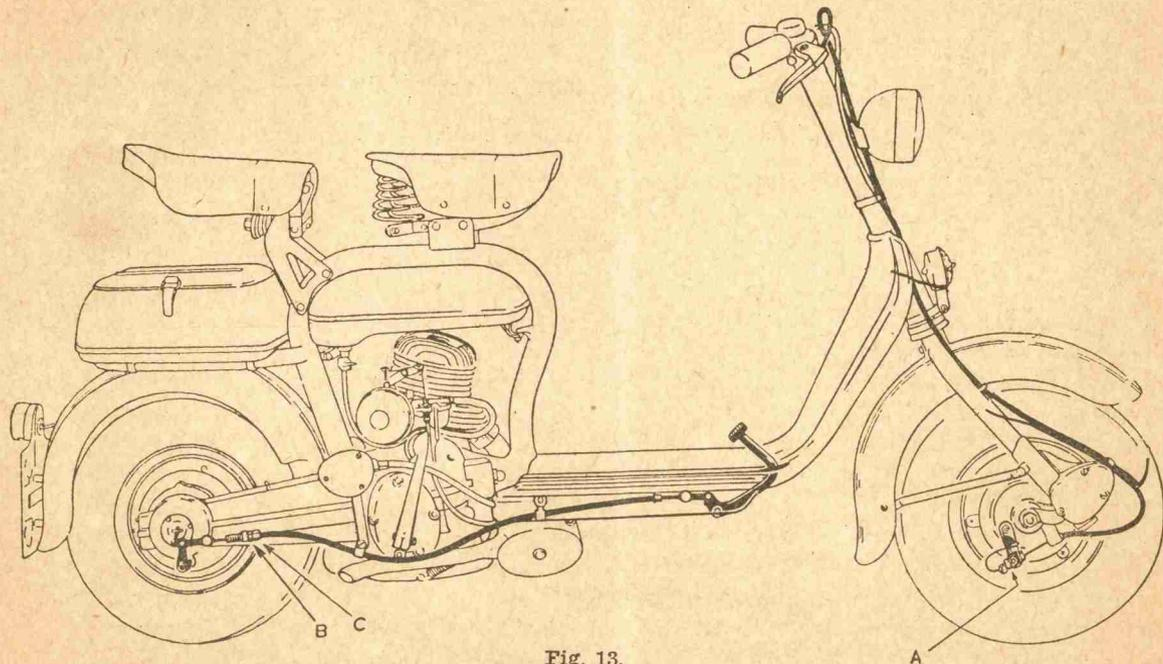

Fig. 13.
Para el freno delantero ajuste la tuerca (A). Pruebe los frenos a poca velocidad; si la motoneta quiere desviarse lateralmente cuando se aplican los frenos, hay que ajustar de nuevo (ver fig. 13).